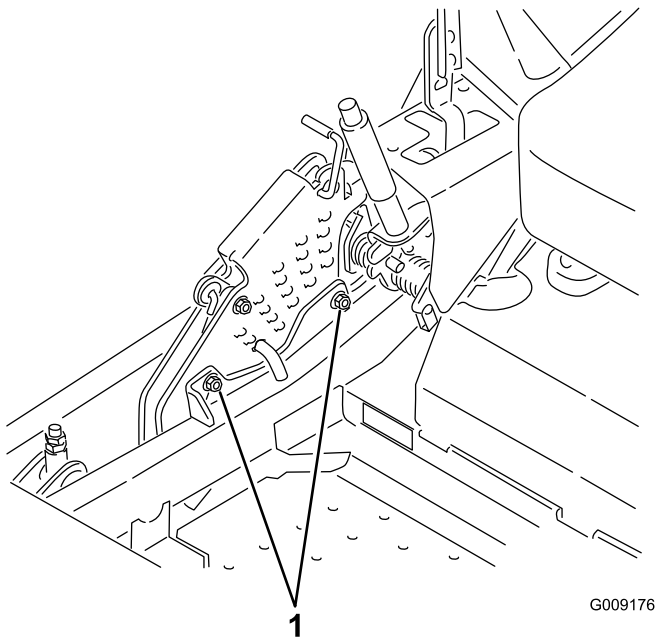

Figura 88
- 12. Para ajustar el sistema de ajuste de un solo punto, afloje los dos pernos situados cerca del borde inferior de la pletina de altura de corte. Consulte Figura 88.
14. Apriete los dos pernos situados cerca del borde inferior de la pletina de altura de corte (Figura 88). Apriete a 37–45 Nm (27–33 pies-libra).